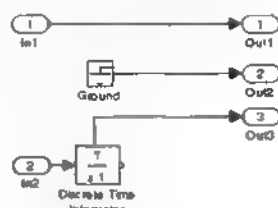

图 3.15 一个输出端口连接 Ground 等模块
- ◆ 一个总线输出端口与一个总线输入端口、Ground(地线)模块或者非数据模块连接, 如图 3.15 所示。